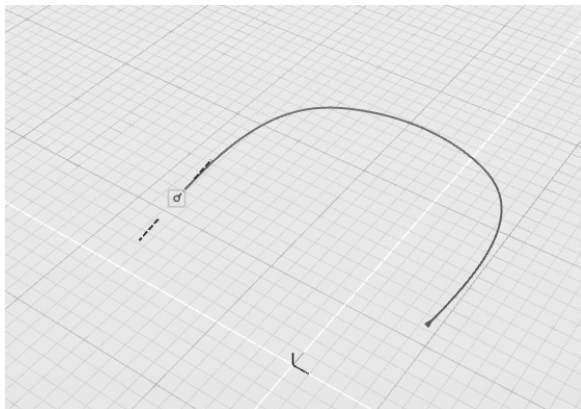

图 5-98 将融合曲线的第 1 个控制点锁定至投影曲线端点
9) 接下来针对这条投影曲线,使用“曲线融合”工具将其首尾融合,当控制台提示“点#1”时,将鼠标光标移动到投影曲线附近,当投影曲线出现预先高亮(黄色虚线)时,表示此时点选曲线可将控制点锁定于曲线上。因此,点选曲线上一点并确保将该点位置拖动到曲线一侧的端点上,如图 5-98 所示。